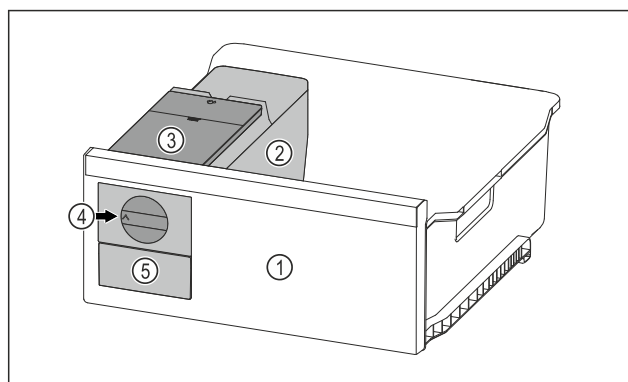

Fig. 70 Voorbeeld
- Draaiknop Fig. 70 (4) rechtsom tot aan de aanslag draaien.
- Ijsblokjes vallen uit de ijsblokjeschaal in de ijsblokjeslade Fig. 70 (5).